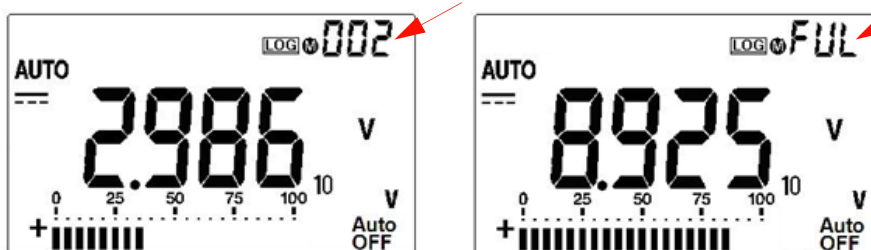

Figure 2-1 Affichage de la consignation manuelle
- 2 Appuyez à nouveau sur  (Log) pour la valeur suivante que vous souhaitez enregistrer dans la mémoire (voir Figure 2-1).